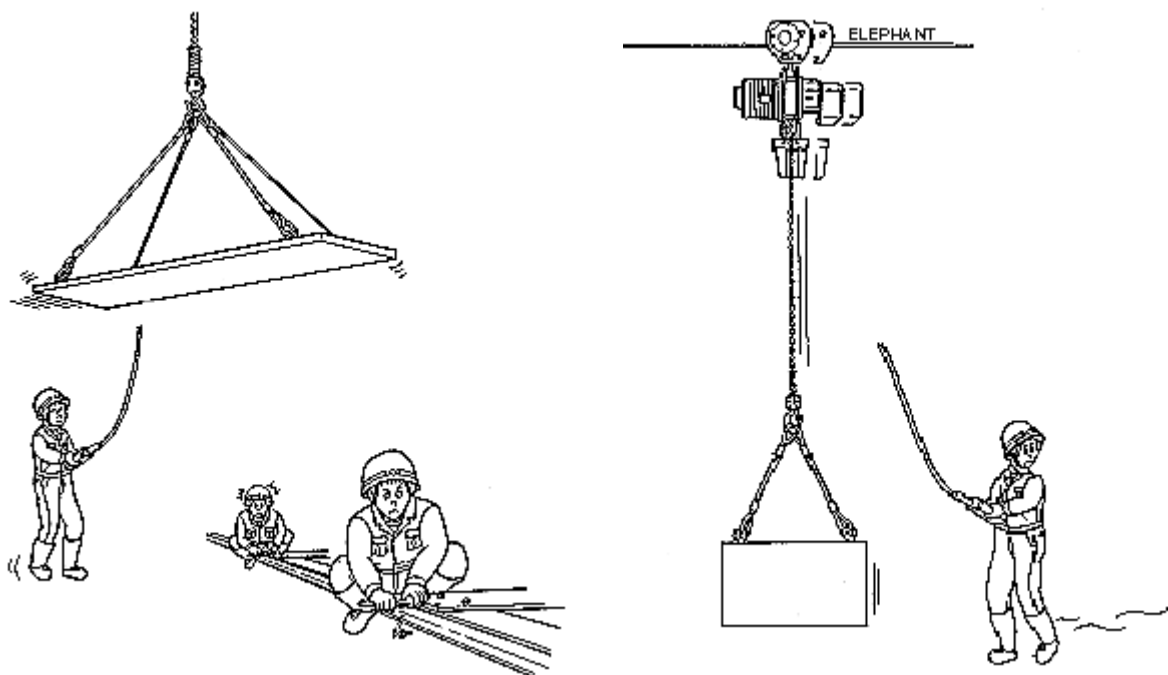

図12 つり荷の降ろす位置までの搬送
- (1) 運転者自身、つり荷の下で運転をしないこと。また他の作業員やその他の人の頭上を移動させないでください。(図12)
- (2) 運搬経路上に人がいる場合は、その場を離れるように指示し退避確認後通過するようにします。
- (3) 運転者は常に前方に注意し、つり荷の後方または横の位置から、つり荷について歩くように運転しなければなりません。